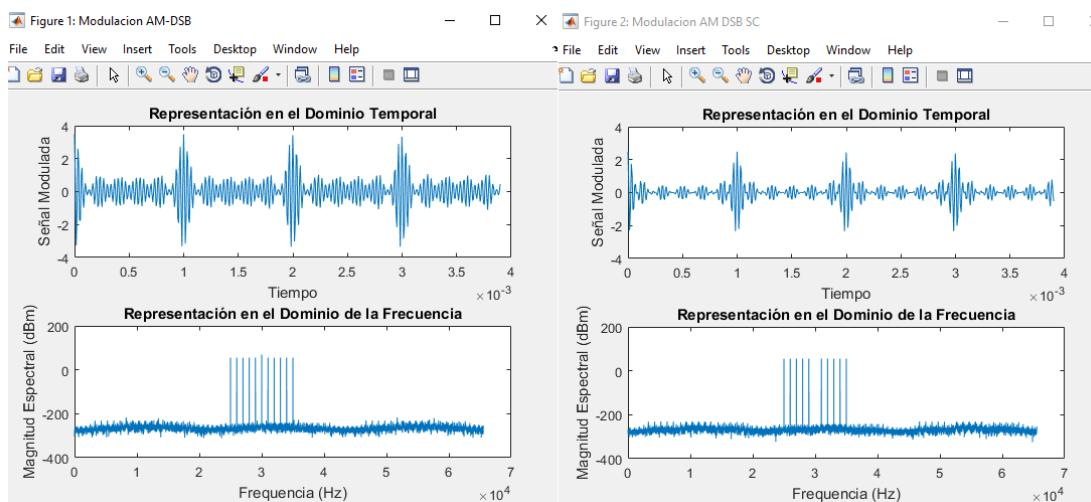

Figura 5: Modulación AM-DSB y AM-DSB-SC multitonos
3. En relación al punto 2, haga un barrido de tonos de 1, 5 y 15 utilizando un índice de modulación (μ) de 0.5. En la figura 5 se muestra lo que se debe obtener tras configurar varios tonos (e.g 5 tonos). **NOTA: Documente las señales temporales y espetrales obtenidas según las cantidad de tonos.**